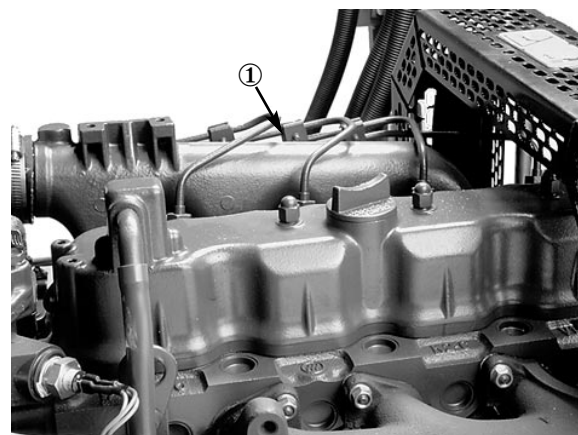

Figure 3
4. Si le niveau est trop bas, enlever le bouchon de remplissage (Fig. 3) et ajouter de l'huile SAE 10W-30 jusqu'à ce que le niveau atteigne le repère maximum (FULL). **NE PAS TROP REMPLIR.** Le carter moteur a une capacité de 6,5 l avec le filtre.